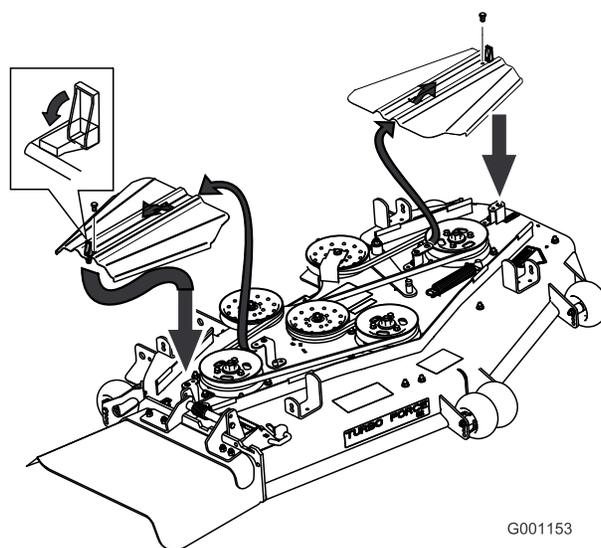

Figura 65
3. Togliete i bulloni che fissano i copricinghia, e togliete i copricinghia (Figura 65).
9. Montate i paracinghia infilandole nelle linguette, avvitate i bulloni e chiudete i dispositivi di fermo (Figura 65).